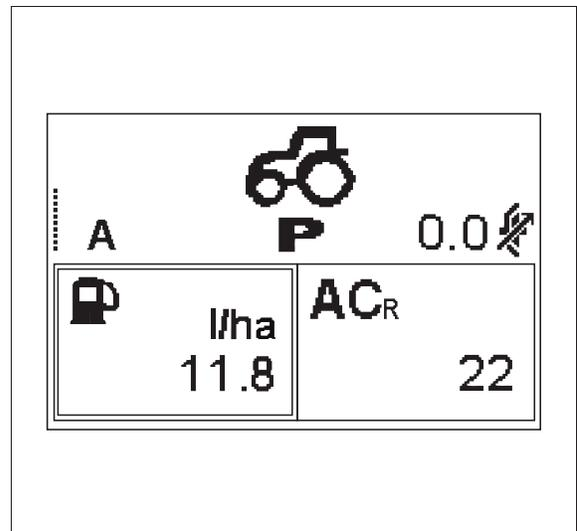

Fig. 28.
**Consumo instantáneo de combustible en la superficie trabajada fig. 28**